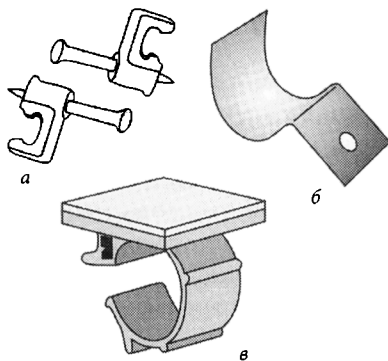

Рис. 2.14. Изделия для крепления проводки:
**Электроустановочная скоба** — это пластиковая скоба, размер которой подбирается в зависимости от сечения кабеля (рис. 2.14, а). Идет в комплекте с металлическим гвоздем или шурупом. Она прекрасно подходит для крепления кабеля на перегородках из дерева, мягкого кирпича, штукатурки или пластика. Кроме того, электроустановочные скобы бывают металлическими (рис. 2.14, б). Ими крепят кабели на любые перекрытия с помощью дюбель-гвоздей, плотницких гвоздей или шурупов.
**Самоклеящиеся площадки** — очень интересный вид крепежа. Применяется в тех случаях, когда кабель необходимо провести по декоративной поверхности (например, по мебели). Слой защитной бумаги с подошвы площадки снимается, и площадка клеится на поверхность (которая должна быть гладкой, обезжиренной и очищенной от пыли). Кабель прикрепляется к площадке при помощи хомута или специального зажима (рис. 2.14, в).